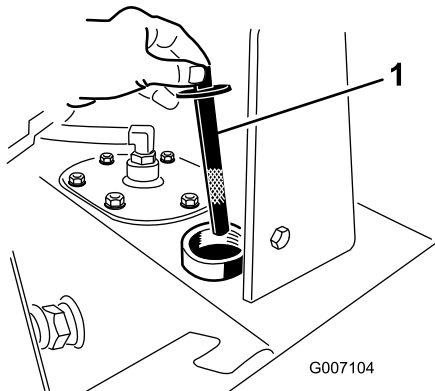

Figura 18
5. Observe el nivel de aceite en la varilla (Figura 18).